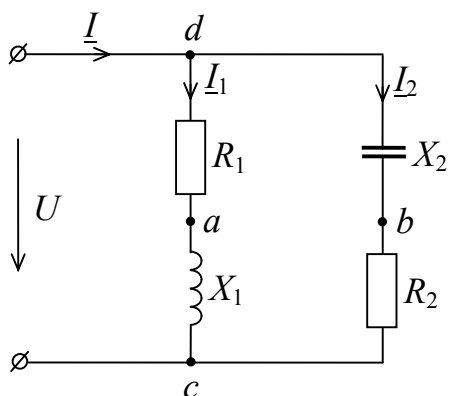

Рис. 5.3
5.3.2. Для цепи рис. 5.3 заданы: $R_1 = 8 \text{ Ом}$; $X_1 = 6 \text{ Ом}$; $R_2 = 12 \text{ Ом}$; $X_2 = 5 \text{ Ом}$; $U = 130 \text{ В}$. Вычислить комплексные токи \underline{I} , \underline{I}_1 , \underline{I}_2 , комплексную активную и реактивную мощности \underline{S} , P , Q . Найти напряжение между точками a и b \underline{U}_{ab} . Правильность расчета токов проверить составлением баланса мощностей. Построить векторно-топографическую диаграмму напряжений, совмещенную с векторно-лучевой диаграммой токов.